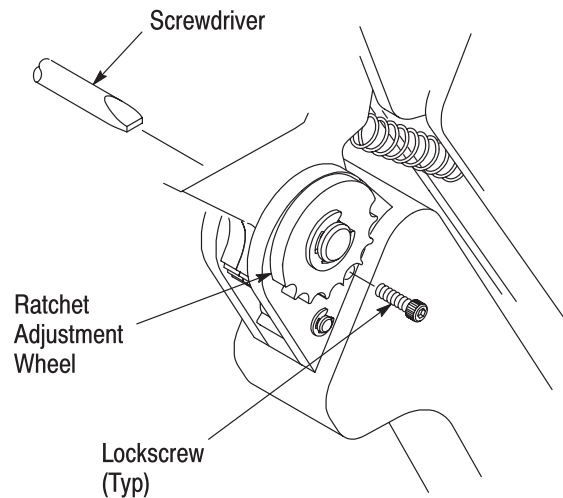

Figure 7
**6. CRIMP HEIGHT ADJUSTMENT** (Figure 7)